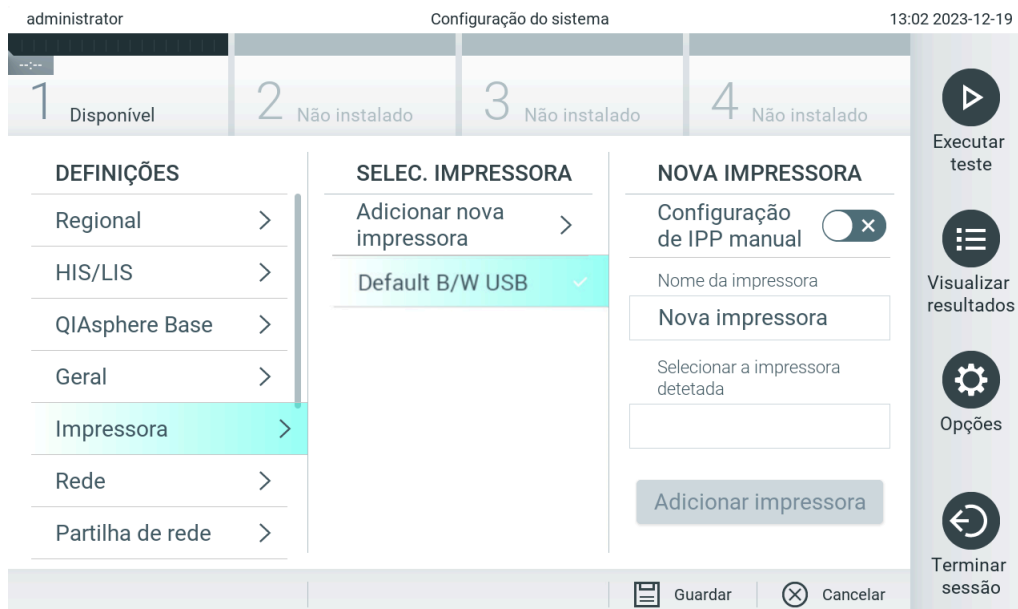

Figura 104. Instalação da impressora através da instalação de um controlador.
5. Clique em **Add Printer** (Adicionar impressora) (Figura 104).
6. Clique em **Add Printer** (Adicionar impressora) (Figura 104).